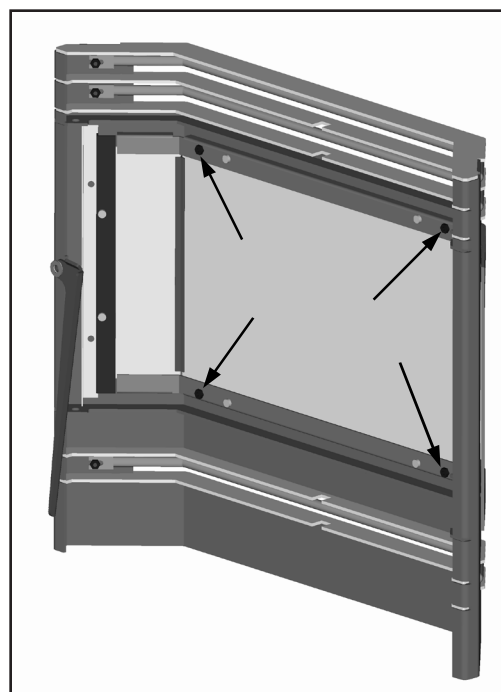

Figure 38: côté intérieur de la porte Meridian.
Lorsque le poêle est éteint et froid, ouvrir la porte. Retirer les écrous hexagonaux quatre (4) # 8 autour de l'intérieur de la cage de verre illustré à la figure 38.